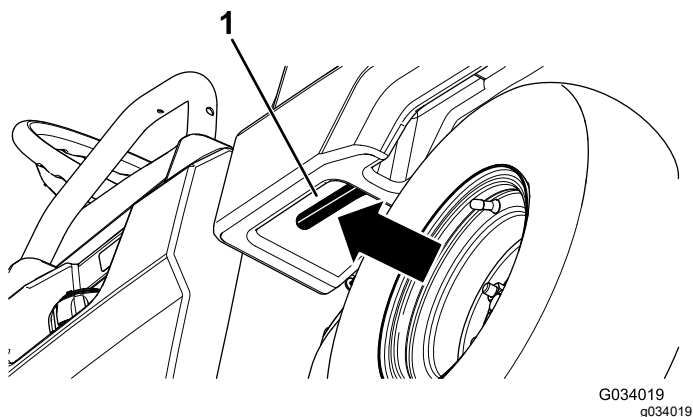

Figura 11
1. Tire hacia usted de la palanca a la izquierda, dentro de la plataforma de carga y eleve la plataforma hacia arriba (Figura 11).
1. Eleve la plataforma de carga un poco tirando hacia arriba de la palanca de enganche (Figura 11).